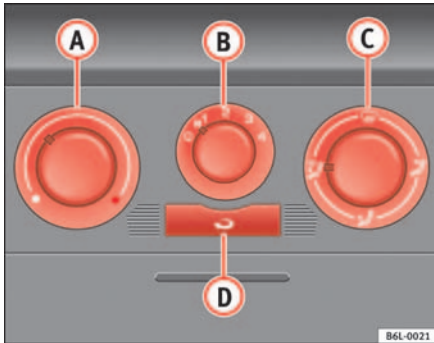

Abb. 84 In der Instrumententafel: Bedienelemente der Heizung
- Drehen Sie den Temperaturregler ⇒ Abb. 84 **A** nach links.
- Drehen Sie den Temperaturregler ⇒ Abb. 84 **A** nach rechts bis zur gewünschten Heizleistung.
- Drehen Sie den Temperaturregler ⇒ Abb. 84 **A** ganz nach rechts auf die höchste Heizleistung.
- Drehen Sie den Temperaturregler ⇒ Seite 121, Abb. 84 **A** in den Heizbereich.